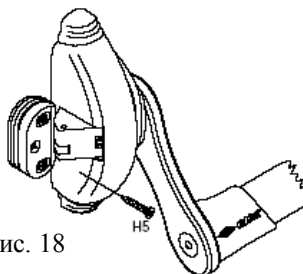

Рис. 18
- 16) Сделайте третье отверстие Н5=  $\varnothing$  2,6 мм и окончательно закрепите ответную планку (рис. 18).